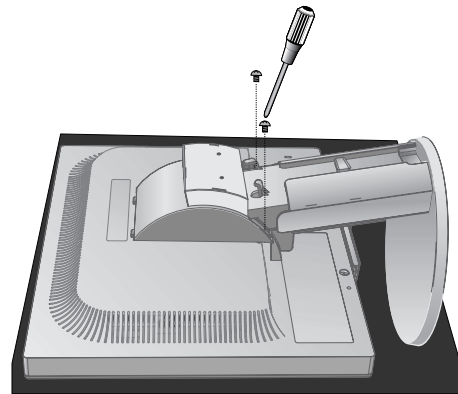

Figure S.2
3. Placez le moniteur face vers le bas sur une surface non abrasive (**Figure S.2**).
4. Retirez les deux vis qui relient le moniteur au support (**Figure S.2**).